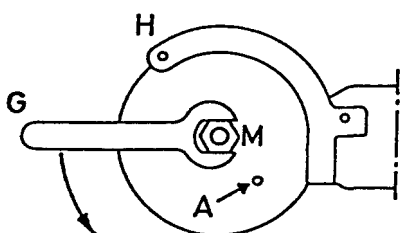

Abbildung 3: Lösen des Sägeblattes
- Anhaltestift in Bohrung Sägeblatt stecken und mit Sägeblatt gegen Schutzhaube (H) drehen. Gabelschlüssel (G) auf Skt.-Spannmutter (M) setzen und in dargestellter Richtung öffnen (siehe Abb. 3).